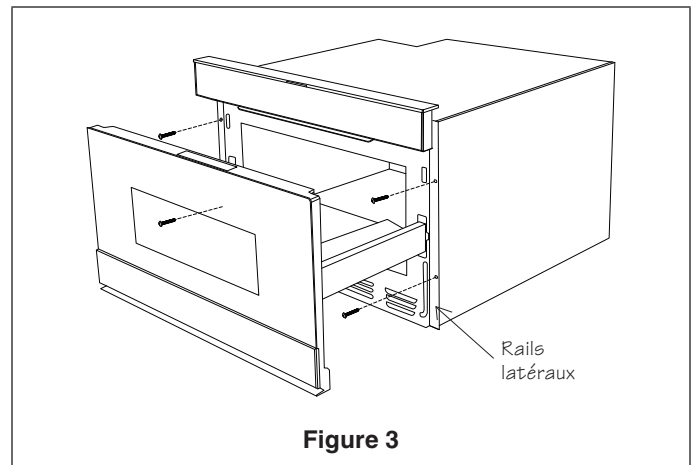

Figure 3
5. Ouvrir le tiroir. En utilisant les 4 trous sur le tiroir comme gabarit, pré-percer l'armoire avec une mèche de 1,57 mm (1/16 po). Voir la Figure 3.